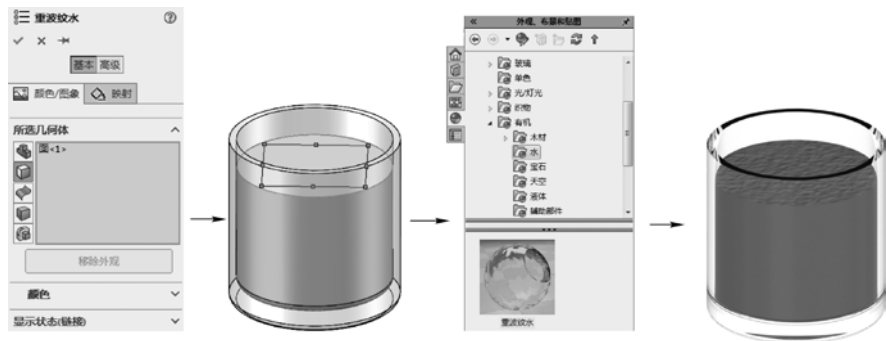

图 4-14 为玻璃表面设置重波纹水外观和渲染效果
STEP 3 单击“编辑外观”按钮，然后选择玻璃实体的上表面为要设置外观的对象，通过右侧“外观、布景和贴图”任务窗格为其设置“重波纹水”外观。完成操作后，单击“渲染工具”工具栏中的“最终渲染”按钮，即可得到渲染效果，如图 4-14 所示。